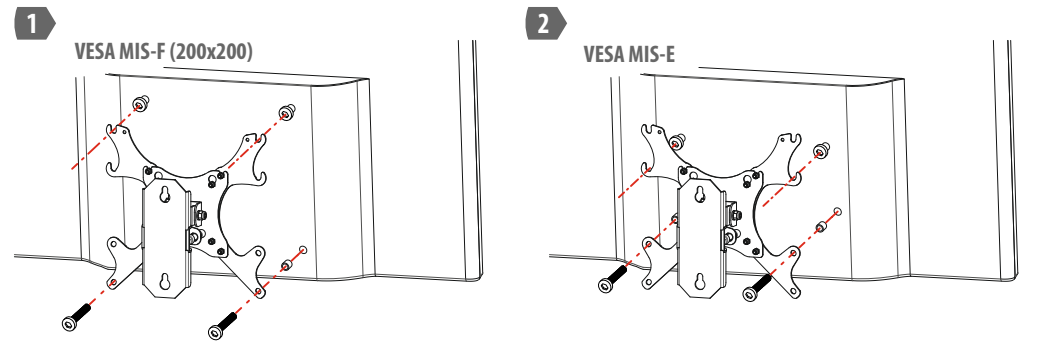

Рисунок 3. Монтаж телевизора/монитора на держатель (1 – для VESA MIS-F (200x200); 2 – для VESA MIS-E (200x100)).
4.7 Монтаж телевизора на держатель для VESA MIS-E, VESA MIS-F (200,200) производится аналогично, но при необходимости используются втулки. Расположение отверстий показано на рис.3. Монтаж удобнее производить вдвоем.